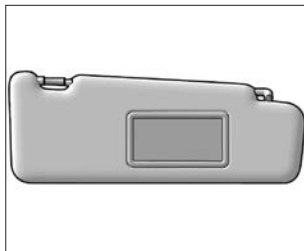

Рис. 4.3.3. Солнцезащитный козырек переднего пассажира (в варианном исполнении)
**В варианном исполнении** в солнцезащитном козырьке пассажира (рис. 4.3.3) расположено индивидуальное зеркало.